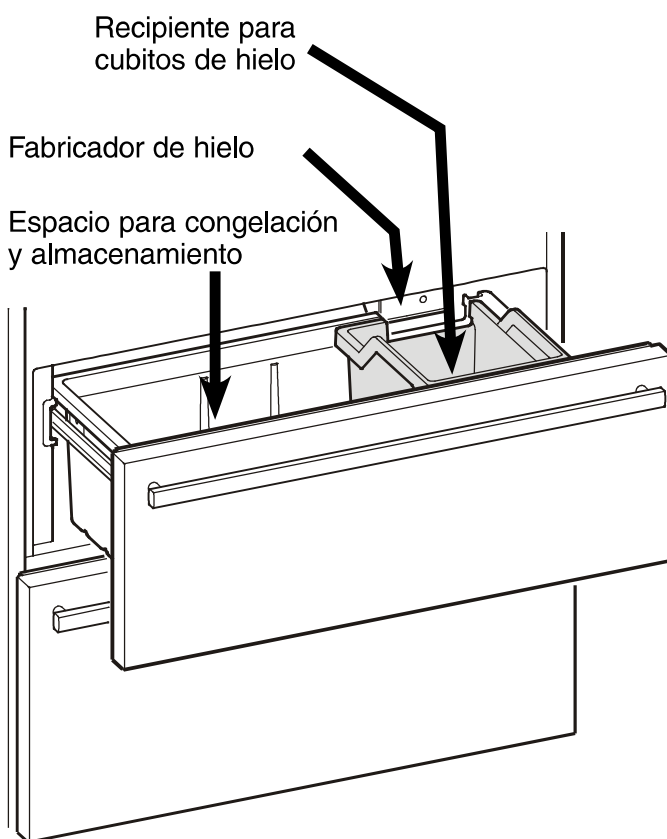

Figura 17
Descripción del compartimiento congelador - Figura 17
- El fabricante de hielo puede producir cubitos de hielo únicamente si el cajón superior del congelador está completamente cerrado y el recipiente para cubitos de hielo se encuentra instalado correctamente (**Figura 17**).
- Por último, limpie el cajón de cubitos de hielo (**Figura 17**).
Los cubitos de hielo caen dentro del recipiente para cubitos de hielo (**Figura 17**). A partir de una determinada cantidad de llenado se interrumpe automáticamente la producción de cubitos de hielo. El fabricante de hielo no llenará el recipiente hasta arriba.
Asegúrese de que el cajón superior del congelador esté completamente cerrado y el recipiente para cubitos de hielo se encuentre instalado correctamente (**Figura 17**).